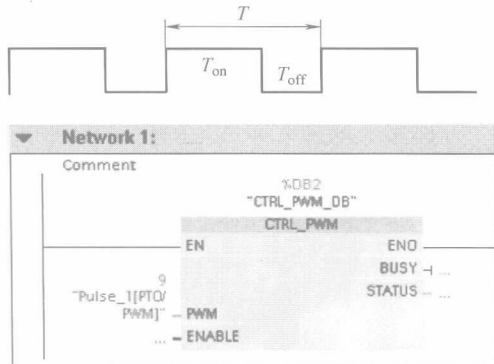

图 1-13 S7-1200 的脉宽调制 PWM
1) S7-1200 PLC 总共两个 PWM（脉宽调制）输出（见图 1-13），能提供一个类似模拟量的、可变占空比的定周期输出，可应用于电动机转速、阀门位置或者加热元件循环周期的控制。